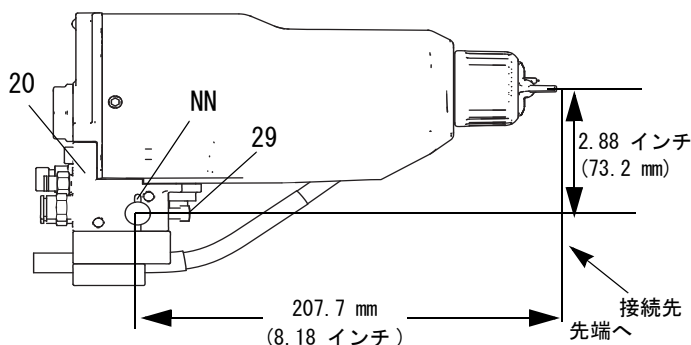

図 4. ブラケットの取り付け
1. マニホールドの 2 本のセットネジ (29) をゆるめて、マニホールド (20) を 13 mm (1/2 インチ) 取り付けロッドにスライドします。
**メモ:** 位置決め精度を上げるために、3 mm (1/8 インチ) の位置決めピンをブラケットのスロット (NN) に合わせ、ロッドの穴を通します。詳細は 図 4 を参照してください。